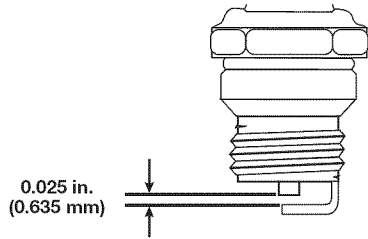

Fig. 25
3. Cambie las bujías que estén rajadas, sucias o deterioradas. Fije la separación de aire a **0,635 mm (0,025 pulgadas)** utilizando un calibrador (Fig. 25).